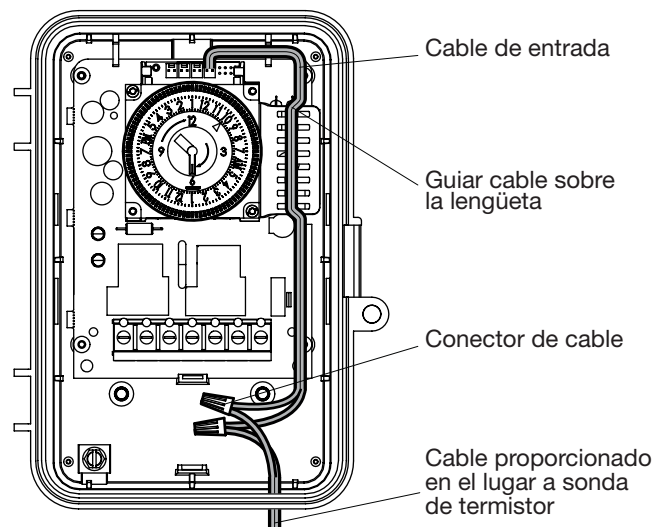

FIG. 7 Guiar el cable de entrada
- Guíe el cable de entrada sobre la lengüeta y alrededor del módulo ICUBE™ tal como se muestra en la FIG. 7.
- Para la instalación de la caja, corte el largo del cable de entrada para asegurarse de que la conexión esté dentro de la caja tal como se muestra en la FIG. 7.